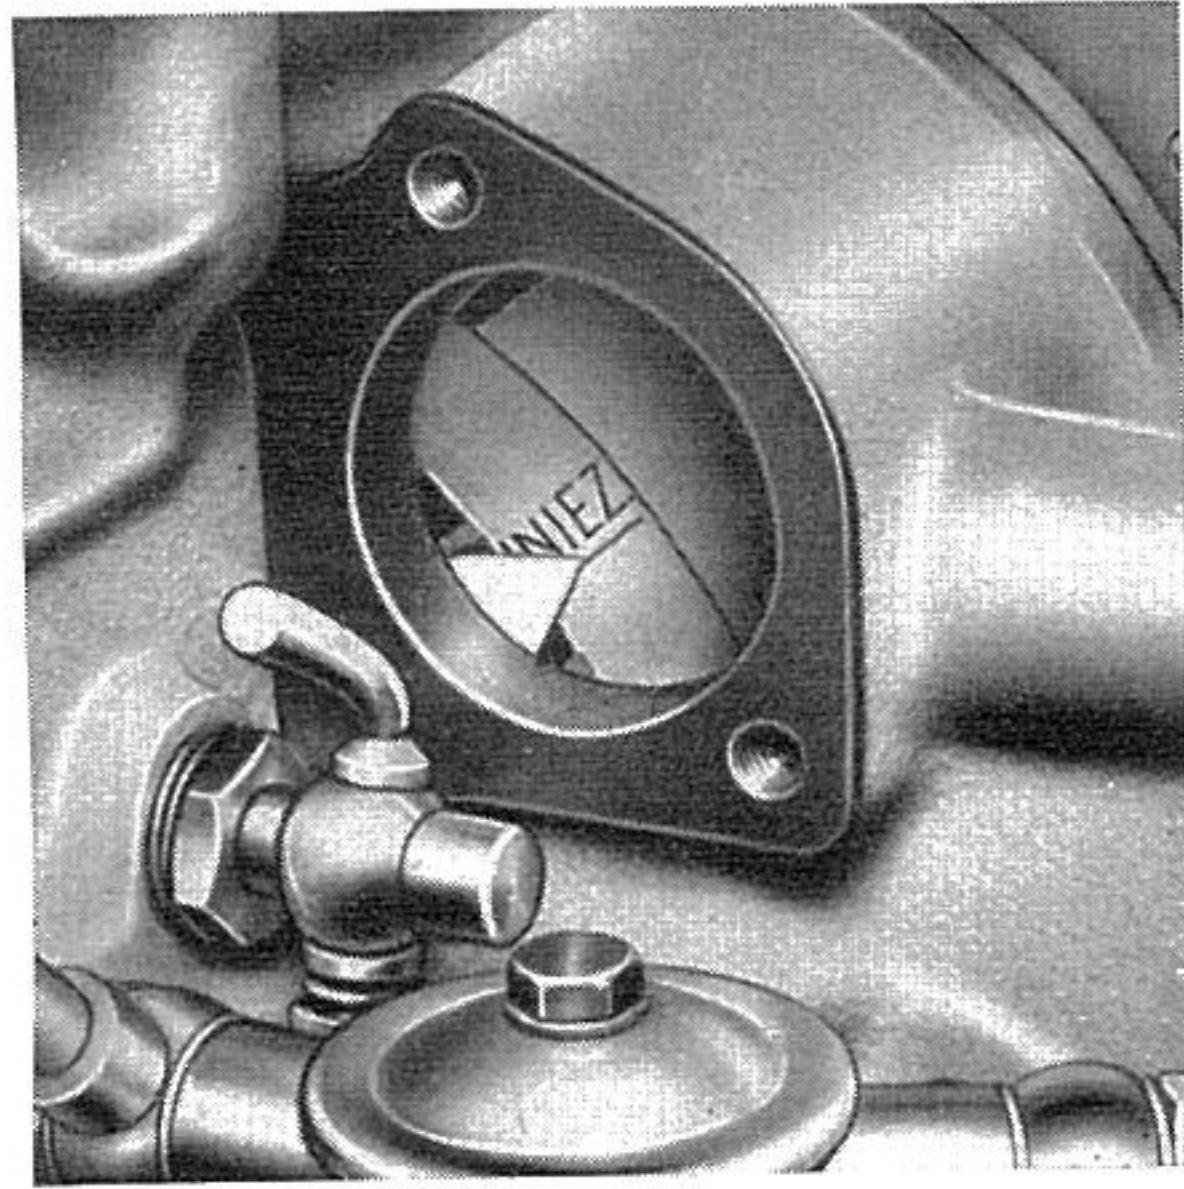

Fig. 39. - Repères sur le volant, pour le calage de la pompe d'injection.
(fig. 39); dans cette position le piston de cylindre n. 1 doit se trouver, **en phase de compression, 25° avant le point mort haut.**
- Contrôler si au début de refoulement de la pompe d'injection le repère « Iniezione », frappé sur le volant, coïncide avec l'index fixe (fig. 39).